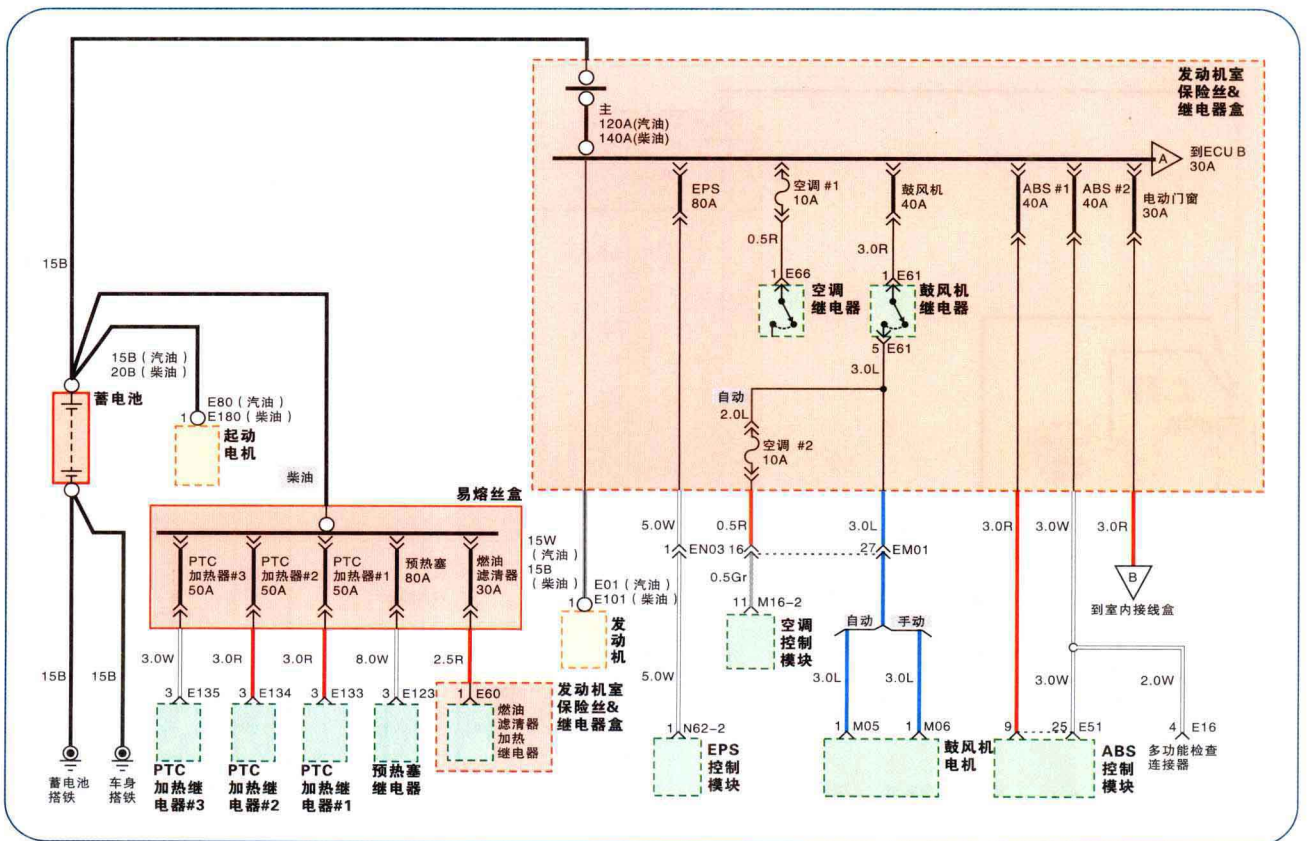
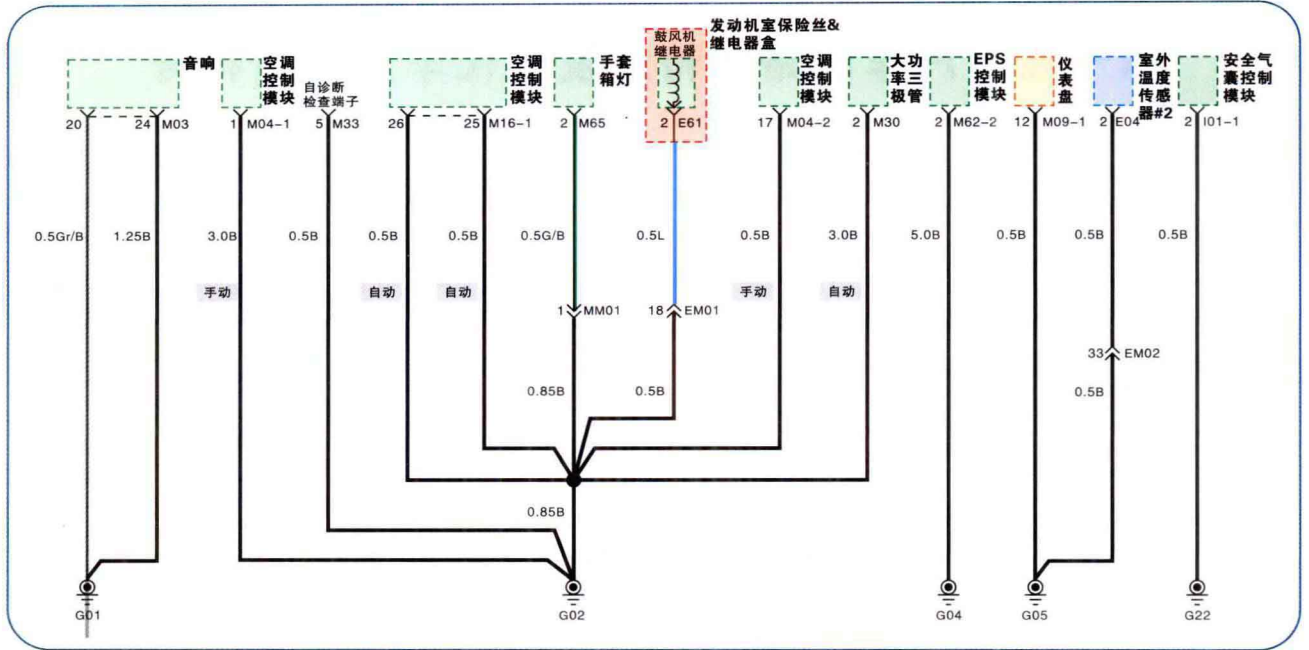

图1-1 现代电源分布节选
图1-2 现代车系搭铁分布节选
① 现代汽车电路原理图可清楚地反映出电气系统各部件的连接关系和电路原理，电源在图上方，搭铁点在图下方，电流方向自上而下。电路较少迂回曲折，电路图中电器串联、并联关系十分清楚，电路图易于识读。电源分布与搭铁分布如图1-1和图1-2所示。